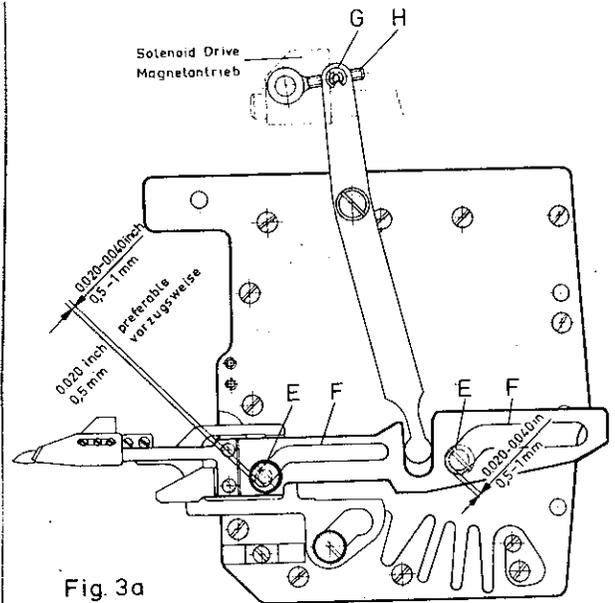

Fig. 3a
- 3) Cuando el impulsor del solenoide esta en su posición de descanso deberá haber una distancia de aproximadamente $1\text{mm} = .04''$, entre el tornillo (E, Fig. 3a) y el extremo de la abertura (F, Fig. 3a)
Para realizar el ajuste aflojar el anillo de retención (G, Fig. 3a) y poner, segun se requiera, la varilla de conexion (H, Fig. 3a).